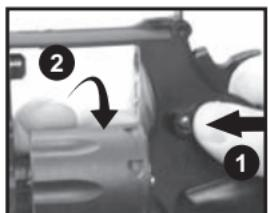

Fig. 8
- Assurez-vous que le marteau de fusil à air comprimé n'est pas dans la position de armer (Fig. 8).
- Pressez le bouton de déblocage du bariillet et poussez le bariillet sur la droite pour le faire basculer vers l'extérieur (Fig. 8).